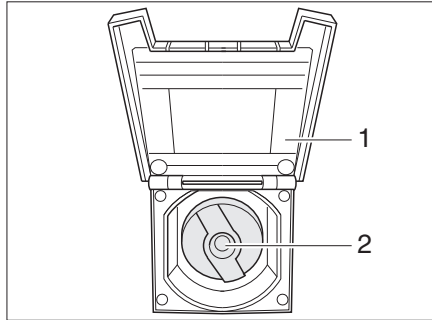

Fig. 338 Couvercle de fermeture pour bec de remplissage d'eau potable
- Ouvrir le clapet de fermeture (Fig. 338,1) vers le bec de remplissage d'eau potable.
- Insérer la clé dans le barillet (Fig. 338,2) et la tourner d'un quart de tour dans le sens inverse des aiguilles d'une montre.
- Ouvrir le bec de remplissage d'eau potable (Fig. 338).